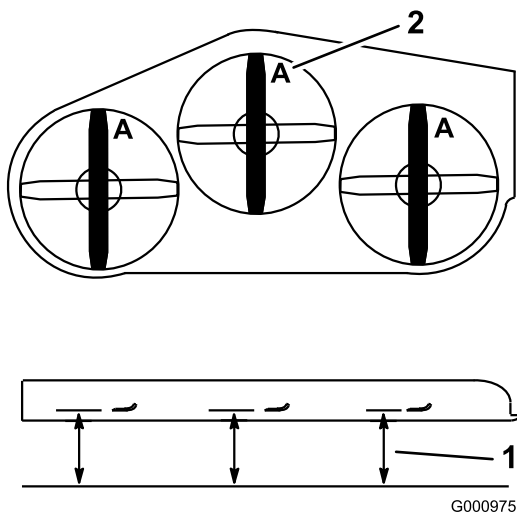

Figura 90
3. Girate le lame fino a disporle in parallelo con la lunghezza della macchina (Figura 90).
4. Misurate da un piano orizzontale fino al tagliente delle lame, posizione A, (Figura 90).